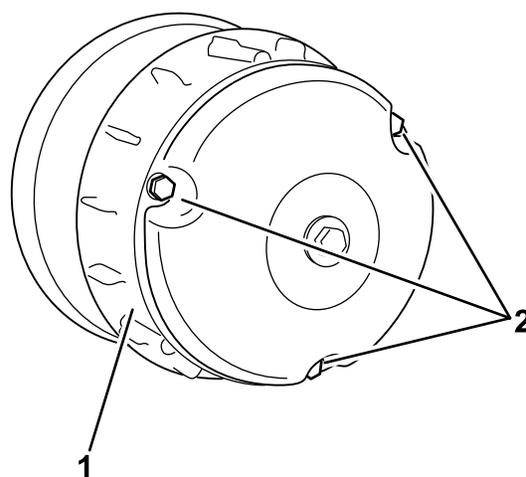

Figura 61
- Montate il carter della frizione e fissatelo con i 3 bulloni (Figura 61) tolti in precedenza 2.
- Togliete i 3 bulloni che fissano il carter della frizione e togliete il carter (Figura 61).